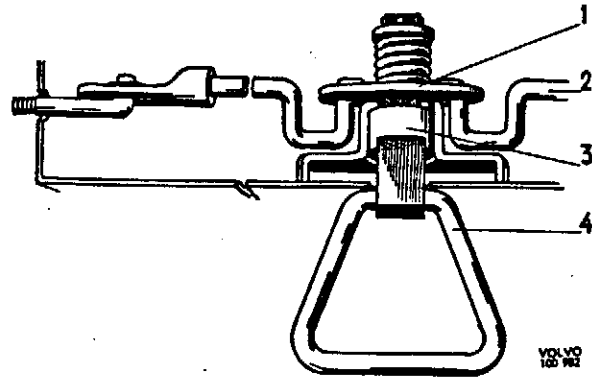

Abb. 11 Sperrvorrichtung, Hintersitz Kombiwagen
Die Sitzlehne besteht aus einem Blech, das mit Gummiband versehen ist. Die Stopfung besteht aus Schaumstoff, der Bezug ist Vinyl auf Textilunterlage. Das Sitzlehnenblech ist auf der Rückseite mit einer Matte versehen. Wird die Sitzlehne heruntergeklappt, so verlängert diese die Lastfläche. Die Sitzlehne wird in hochgeklappter Lage von einer federbelasteten Sperranordnung gesperrt, siehe Abb. 11. Der Handgriff (4) wirkt über einen Exzenter (1) und die Stangen (2) auf die Sperrstifte. Die Sitzlehne sitzt an den unteren Ecken teils auf einem festen und teils auf einem federnden Sperrzapfen. Der federnde Sperrzapfen ist auf der linken Seite angebracht.